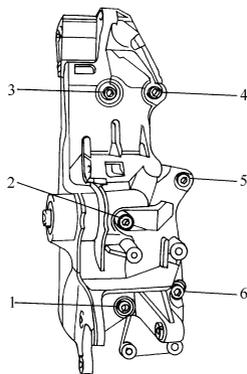

图 2-42 拧下发电机、叶片泵和风扇支架螺栓
8) 拧下发电机、叶片泵和风扇支架螺栓 1~6(图 2-42)。
1) 将发电机、叶片泵和风扇支架装到缸体上, 并交叉拧紧螺栓(图 2-42)。